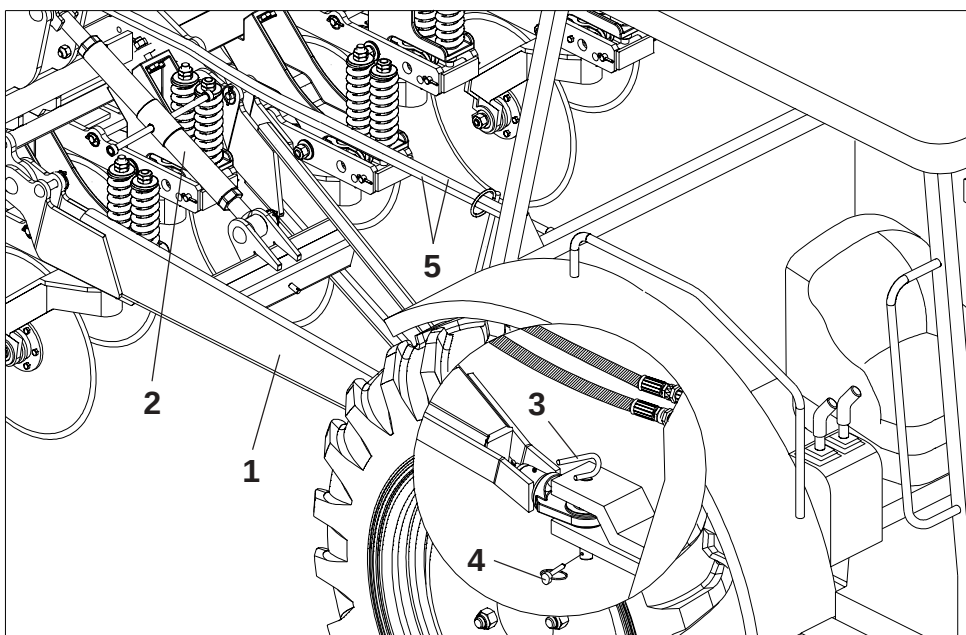

FIGURA 20
- 1 - Nivele o cabeçalho (1) da semeadora em relação ao engate do trator através do regulador (2). Em seguida aproxime-se lentamente o trator a semeadora em marcha-a-ré, ficando atento a aplicação dos freios.
- 2 - Proceda o engate da semeadora ao trator fixando-a através do pino de engate (3) e trava (4).
- 3 - Acople as mangueiras (5) no engate rápido do trator, **conforme mostra a figura 20.**